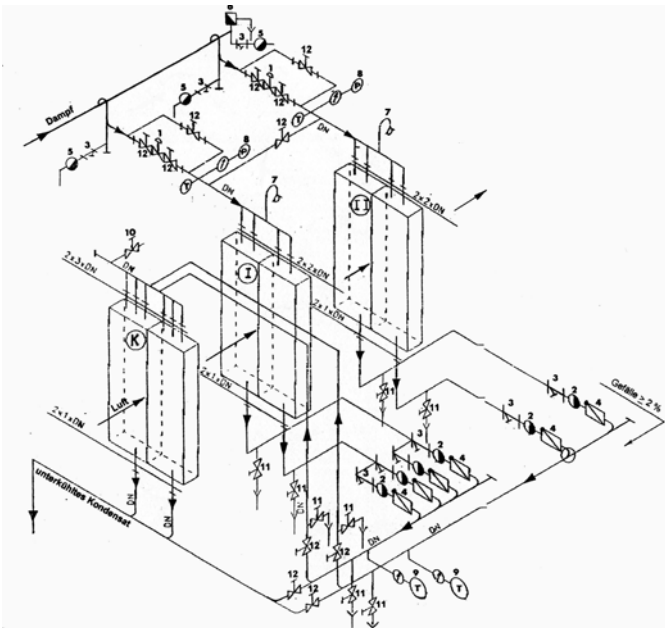

Bild 3 (Principschema)
b) Kondensunderkylning = utnyttjande av kondensvärmen (bild 3)